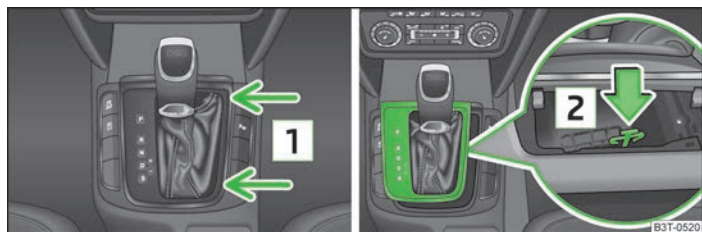

Fig. 128 Desbloqueo de emergencia de la palanca selectora
- Coger la cubierta de la palanca selectora en la zona de las flechas **1** » fig. 128 y tirar con cuidado de ésta hacia arriba.